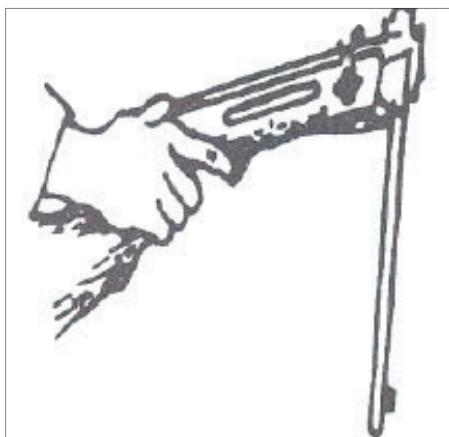

Bild 2
3. Placera ett hagel i patronen med vänster hand, och för därefter långsamt upp pipan igen i ursprungsläget (se bild 2).